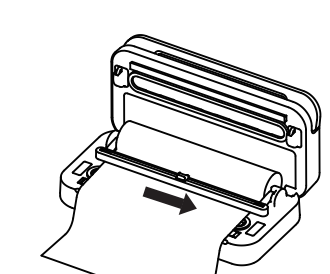

图2
- 将卷袋放入适合包装的长度,放下刀架,将切刀移动到另一端切下一段袋子,如图2;